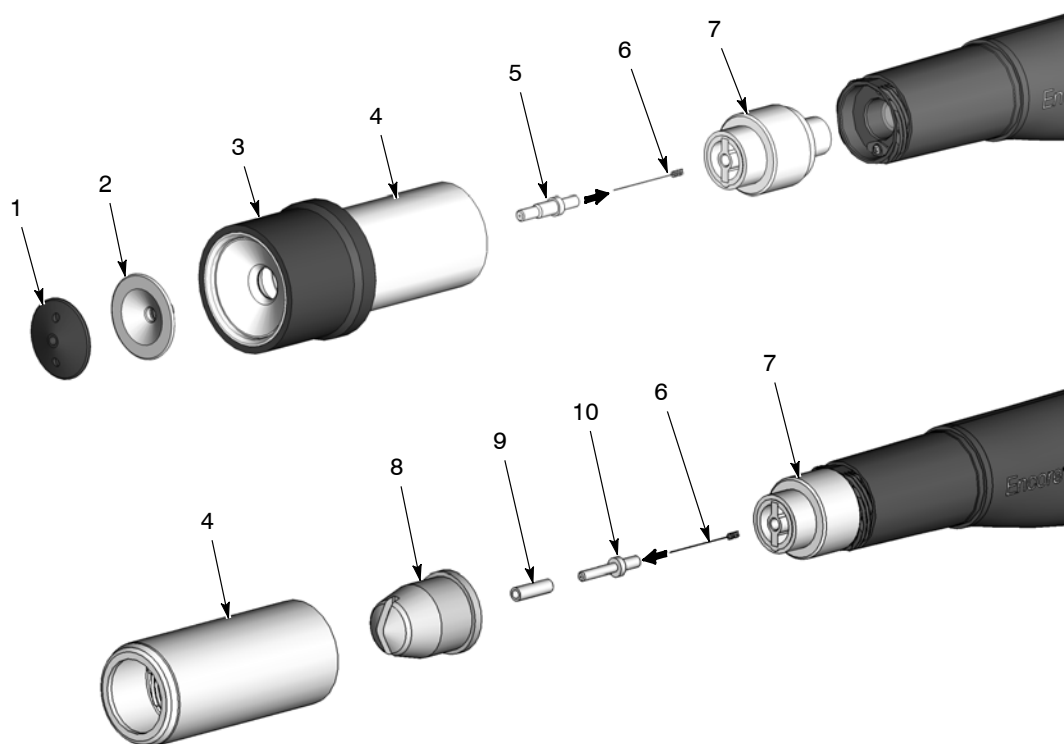

Figura 3-5 Schimbarea de la duza de pulverizare conică la plată sau de colț
Vezi Figura 3-5. Pentru a schimba de la duza conică standard la o duză de pulverizare plată sau de colț, trebuie să comandați:
2. Vezi Figura 3-5. Desfaceți duza de pe pistolul:
- Duză conică:** Deșurubați capacul deflector (1), apoi demontați deflectorul (2). Deșurubați piulița duzei (4) și demontați-o de la pistol împreună cu duza și manșonul pentru jet (3).
- Duză de pulverizare plată sau de colț:** Deșurubați piulița duzei (4) și demontați-o de la pistol împreună cu duza (8).
3. Trageți suportul electrodului (7) din pistol.
6. Dacă folosiți o duză conică, trageți manșonul pentru jet (3) de pe piulița duzei și duză. Curățați toate piesele demontate folosind un pistol de suflare cu presiune joasă. Ștergeți părțile componente cu o cârpă uscată, curată.